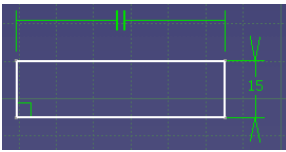

Bild 4.28 Abstandsbemaßung
13. Formstabilität schaffen: Zur Festlegung der Kontur des Sockels ist nur noch eine Abstandsbemaßung von **15 mm** notwendig. Die restlichen Definitionen zur Formstabilität ergeben sich durch direkte Verknüpfung mit dem schon vorhandenen Modell (Bild 4.28).